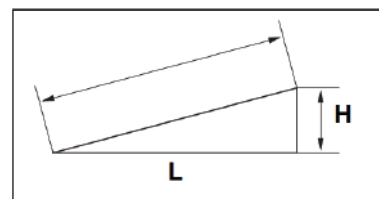

Рис. 35
3. Погрузочная рампа должна быть достаточно длинной, чтобы ее наклон составлял 15° (27%) или менее. (Рис. 35)